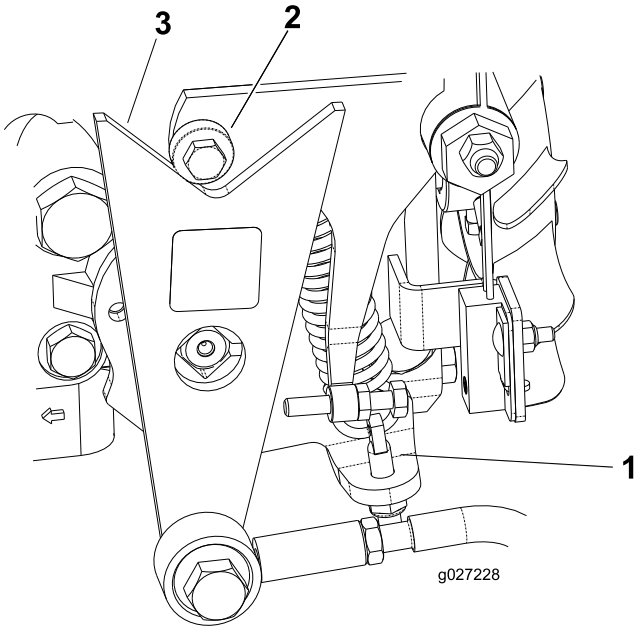

Bild 43
- Wenn sich die Räder in der richtigen Richtung bewegen, stellen Sie den Motor ab und stellen die Sicherungsmutter des Federeinstellstifts ein (Bild 43). Stellen Sie die Neutral-Stellung des Getriebes ein, siehe Einstellen der Leerlaufstellung für den Fahrtrieb (Seite 38).